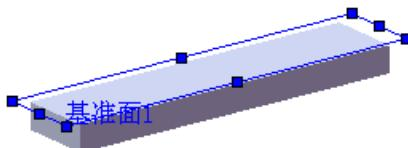
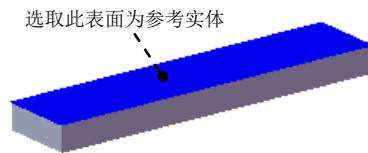
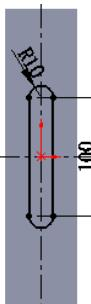

图 17.10.40 创建基准面 1
图 17.10.41 定义基准面的参考实体
图 17.10.42 草图 1
Step3. 创建图 17.10.40 所示的基准面 1。选择下拉菜单 **插入(I)** → **参考几何体(G)** → **基准面(F)...** 命令；选取图 17.10.41 所示的模型表面为所要创建的基准面的参考实体，在**后文本框输入 2.5。单击按钮，完成基准面 1 的创建。**
Step4. 绘制图 17.10.42 所示的草图 1。草图平面为图 17.10.41 所示的模型表面。